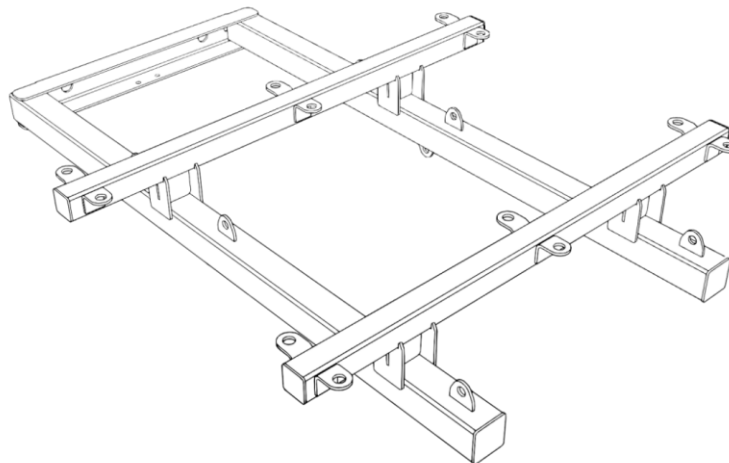

Рис.2 Рама разъединителя
4.2 Рама разъединителя представляет собой сварную конструкцию, состоящую из двух профильных труб 40x40, соединённых между собой при помощи гнутого элемента, и двух профильных труб 30x30, приваренных поперечно к трубам 40x40. К продольным профильным трубам приварены проушины, на которых крепятся труба с качающимися изоляторами, труба с заземлителями и диагональный подкос. К гнутому элементу прикреплен язычок заземления. На профильных трубах 30x30 приварены площадки для крепления изоляторов. Все элементы рамы покрыты «горячим цинком» или термодиффузионным цинком Рис.2.